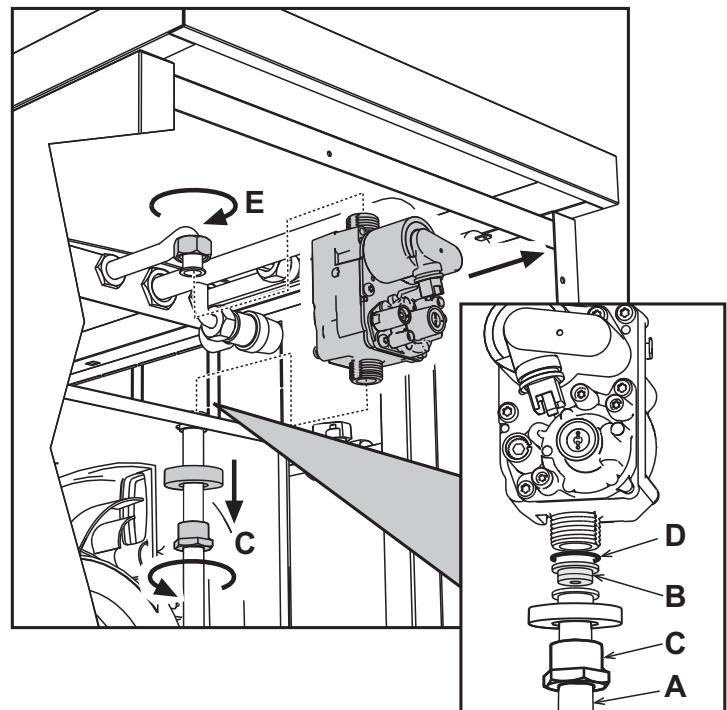

fig. 23
- Desenrosque las tuercas **C** y **E** y quite la válvula del gas (fig. 23).
- Reemplace el inyector **B** del tubo del gas por el que se incluye en el kit de transformación, interponiendo la junta **D** (fig. 23).